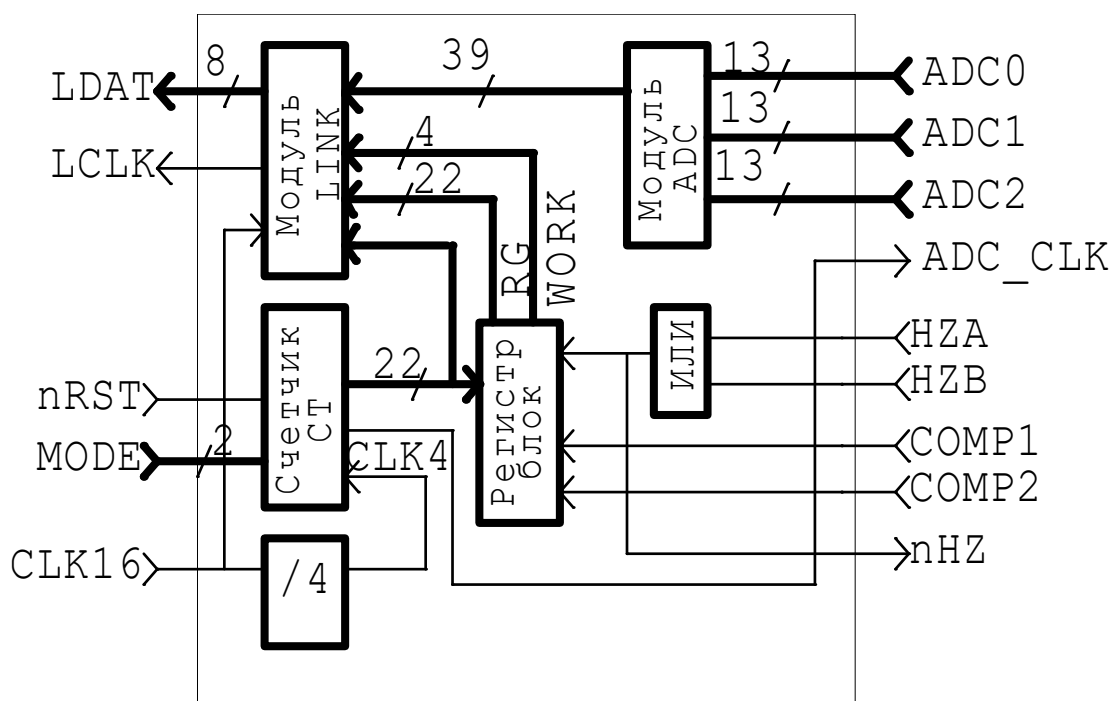

Рисунок 1 - Структурная схема
1.4 Структурная схема микросхемы представлена на рис. 1.